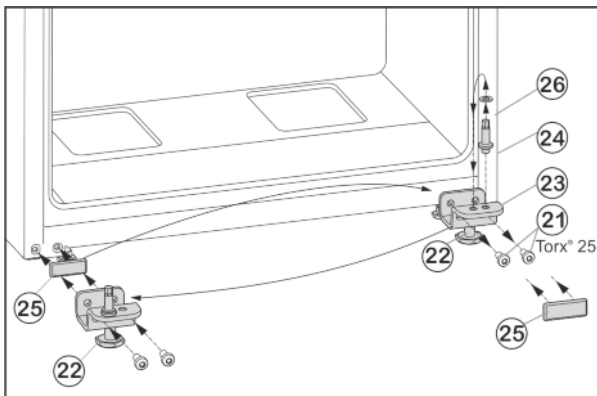

Fig. 7
- ▶ Развийте закрепващите винтове *Fig. 7 (21)*.
- ▶ Свалете долната лагерна опора *Fig. 7 (23)* заедно с лагерния болт *Fig. 7 (24)*, шайбата *Fig. 7 (26)* и крака *Fig. 7 (22)*.
- ▶ Развийте лагерния болт *Fig. 7 (24)* заедно с шайбата *Fig. 7 (26)*, поставете го в срещуположния отвор за лагерната опора и го завийте отново.
- ▶ Внимателно свалете покриващата плоча *Fig. 7 (25)* и я преместете на срещуположната страна.
- ▶ Отново завийте долната лагерна опора *Fig. 7 (23)* заедно с лагерния болт *Fig. 7 (24)*, шайбата *Fig. 7 (26)* и крака *Fig. 7 (22)* върху новата страна на пантите, евент. с помощта на акумулаторна отвертка (с 4 Nm).
- ▶ Поставете долната врата отгоре върху лагерния болт *Fig. 7 (24)*.
- ▶ Развийте крака *Fig. 7 (22)* на лагерната опора долу *Fig. 7 (23)*, докато опоре върху пода.